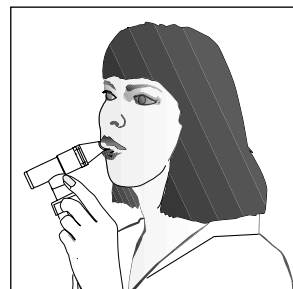

Figure 6
11. Commencer le traitement en plaçant l'embout buccal entre les dents. À mesure que l'aérosol commence à s'écouler, inspirer profondément et lentement par la bouche, avec la bouche fermée, et expirer ensuite lentement par la pièce buccale **Figure 6**. S'il faut interrompre le traitement, mettre simplement l'interrupteur sur la position d'arrêt (Off).